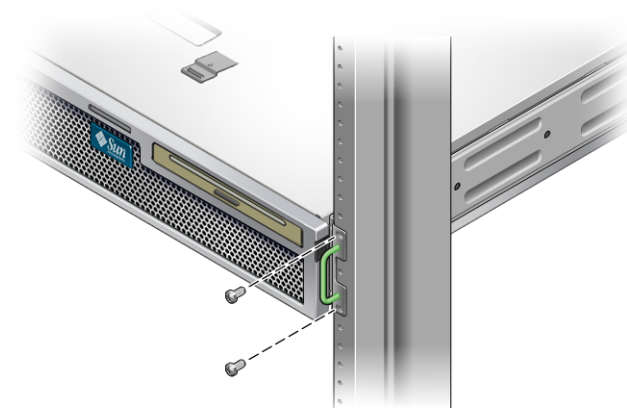

FIGURE 3-13 Fixation de la partie avant du serveur au rack
- À l'aide de deux vis par côté, fixez la partie avant des supports de montage fixe rattachés aux côtés du serveur à l'avant du rack (FIGURE 3-13).